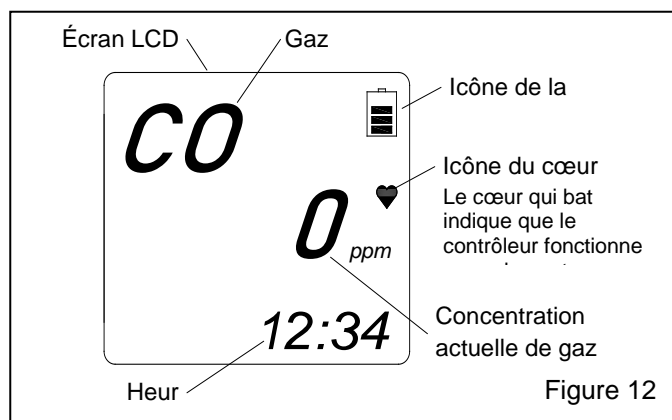

Figure 12
4.1.1.3 Après le préchauffage, le contrôleur passe en mode mesure (mode de fonctionnement normal), il émet un bip et indique la concentration de gaz actuelle. L'affichage de l'écran est comme celui de la figure 12. Le CMS-4 est opérationnel après le premier étalonnage effectué en suivant les instructions de la section 5.7.
- b. Après la phase de préchauffage, le contrôleur passe en mode mesure (mode de fonctionnement normal). Il émet un bip, l'écran LCD (comme illustré sur la figure 12) affiche le CO, le niveau de la batterie, l'icône d'un cœur qui bat (qui indique que le contrôleur est en mode de fonctionnement normal), les concentrations de CO (ppm) et la date et l'heure (si elles ont été réglées en suivant les instructions de la section 2.3). Voir la section 2.2 : *Procédure de mise sous tension et de démarrage*